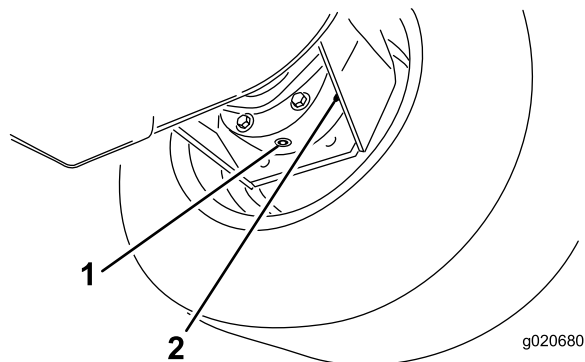

Figura 63
3. Coloque o recipiente de escoamento por baixo da estrutura do travão, retire o tampão e deixe o óleo escorrer para o recipiente (Figura 63).